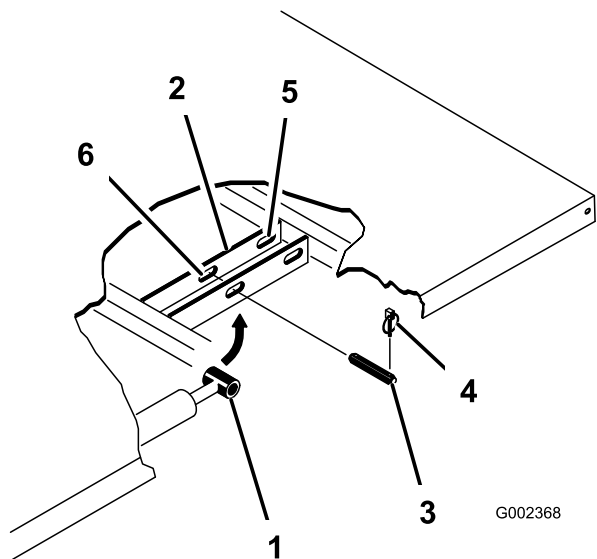

図 35
2. シリンダの外側端部からリンチピンを外す（図 35）。
- シリンダロッドの端部を荷台取り付けプレートのスロットに固定しているクレビスピンを外す(図 35)。
- ピボット・ブラケットをフレームに固定しているリンチピンとクレビスピンを外す(図 35)。